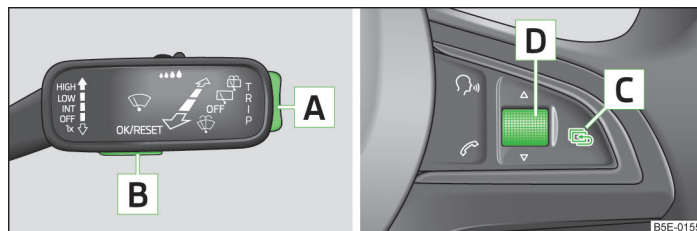

Fig. 4. Teclas (rueda de ajuste) en la palanca de mando/en el volante multi-función
- Seleccionar con la tecla **A** » fig. 4 o con la rueda de ajuste **D** el punto de menú **Advertencia en caso de sobrepasar la velocidad**.